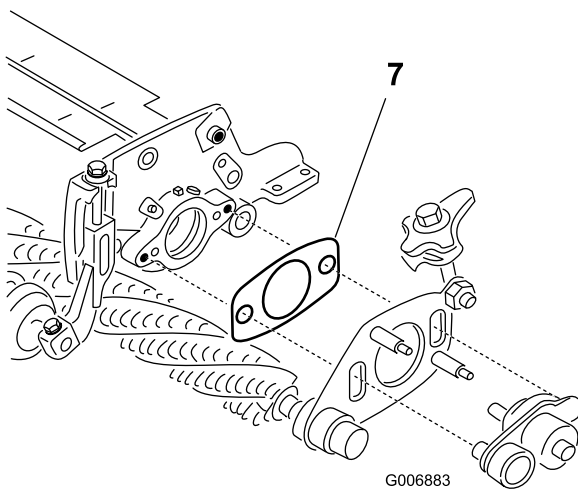

Bild 50
7. Stellen Sie sicher, dass die Beilagscheibe (Bild 50) zwischen der Schwenkplatte des Groomers an der Antriebsseite und der Seitenplatte der Schneideinheit nicht von der Drehnabe gequetscht wird. Die Beilagscheibe muss sich ungehindert drehen können.